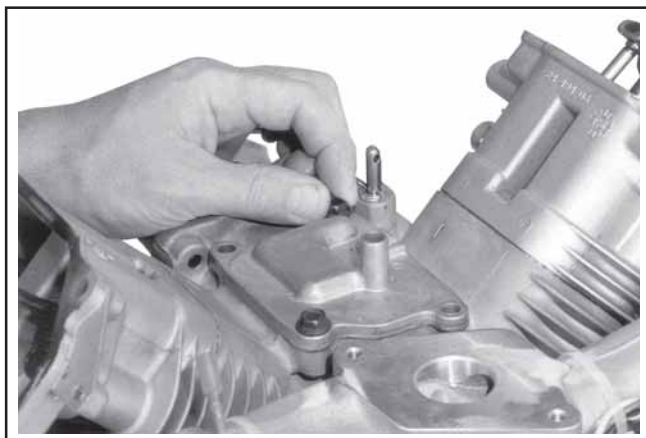

Figura 11-54. Installazione delle viti nelle posizioni 3 e 4.
3. Posizionare la guarnizione ed il coperchio dello sfiato sul carter. Installare le prime due viti esagonali nelle posizioni 3 e 4 illustrate in Figura 11-54. Serrarle manualmente per il momento.